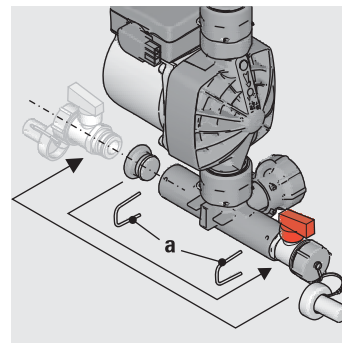

Figura 3-8 Fase di lavoro 3
3. Se s'intende disporre il rubinetto KFE sull'angolare di attacco del bollitore del gruppo pompa premontato dell'altro lato (Figura 3-8):